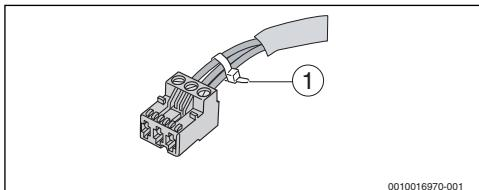

Bild 3 Leitungssader fixieren
- Leitungssader jeder angeschlossenen Leitung gegenseitig fixieren. Das kann durch kurzes Abisolieren des Leitungsmantels oder über Kabelbinder in der Nähe der Anschlussklemmen geschehen (→ Bild 3).
- ▶ Leitungssader jeder angeschlossenen Leitung gegenseitig fixieren. Das kann durch kurzes Abisolieren des Leitungsmantels oder über Kabelbinder in der Nähe der Anschlussklemmen geschehen (→ Bild 3, Seite 6).